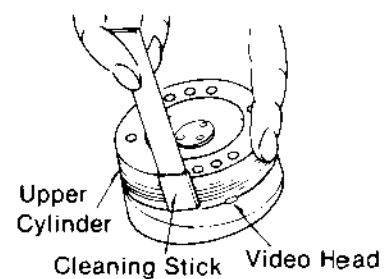

Fig. 1-19
- Den Videokopf so stellen, daß die Kopfscheibe gereinigt werden kann, und die Kopfscheibe festhalten, damit sie sich beim Reinigen nicht dreht, siehe Fig. 1-19.